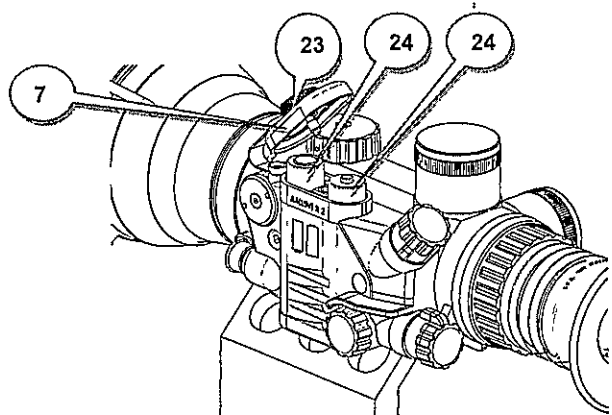

Рис. 4 – Установка элементов питания
Для замены элементов питания необходимо отвернуть винт (23), (см. рис. 4) крышки батарейного отсека (7) и заменить старые элементы питания на новые (24), сохраняя полярность, указанную на корпусе.